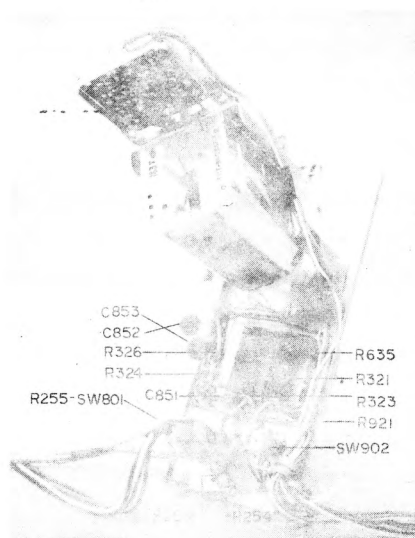

Fig. 4
- h - Sintonizar canal com padrão de barras e verificar se as ondas de 1H e 2H estão sobrepostas no TPA15. Reajustar L609 caso esta seja fora. Fig. 4.